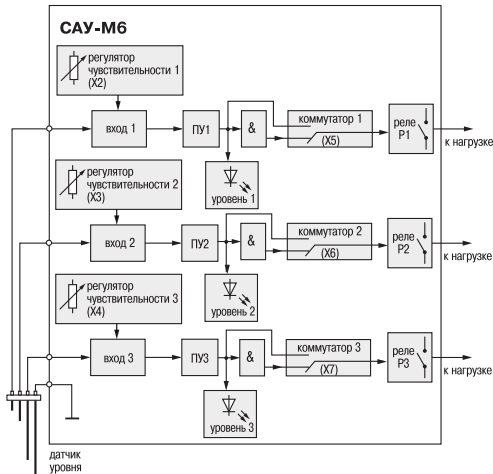

Рис. 1
3.1.1. Функциональная схема прибора САУ-М6 представлена на рис. 1. Прибор состоит из трех одинаковых по выполняемым функциям каналов контроля уровня.
3.1.4. В состав каждого канала прибора входит ступенчатый коммутатор **X2 (X3, X4)**, см. рис.1, являющийся регулятором чувствительности канала контроля уровня к электропроводящим свойствам жидкостей, что позволяет работать с различными жидкими средами.
Для расширения функциональных возможностей прибора режим работы реле в любом из каналов может быть изменен пользователем при помощи коммутаторов **X5 (X6, X7)**, см. рис.1. При соприкосновении электрода датчика с жидкостью выходное реле в зависимости от положения его коммутатора может переводиться в состояние «включено» или, наоборот, в состояние «выключено».